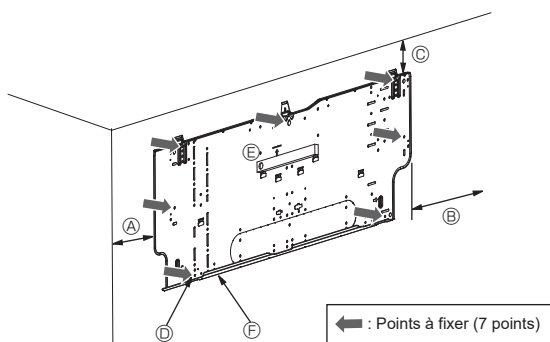

Fig. 3-4
3.2.3. Installation de la planche d'installation (Fig. 3-4)